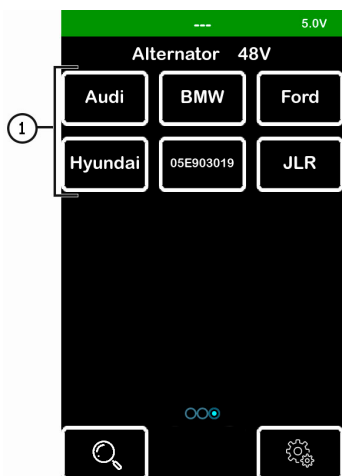

Рисунок 29
3. Далі зайдіть у меню тестера і виберіть режим перевірки 48 В та модель автомобіля, що відповідає генератору (див. поз. 1 рис. 29).